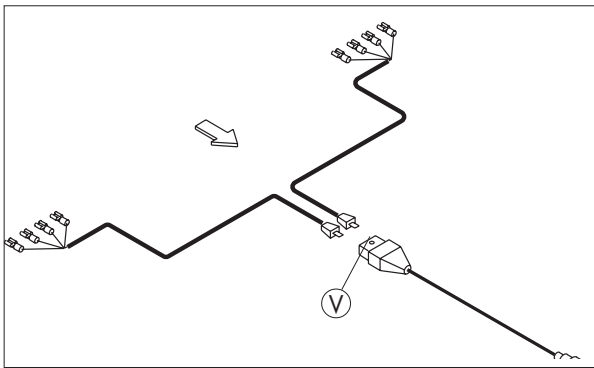

Bild 3-18
Die Elektroleitung für die Beleuchtung wird mit Hilfe der Einzugshilfe durch die Kabelführung am hinteren Rahmenträger und an den Stecker (V) angeschlossen (Bild 3-18).